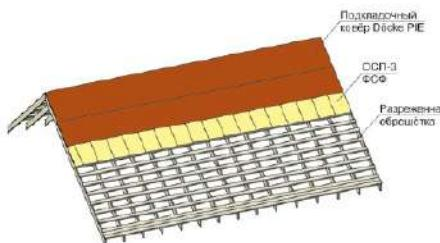

Рис. 9. Последовательный монтаж подкладочных ковров Döcke сверху-вниз.
4.1.6 Подкладочный ковёр монтируется параллельно карнизу, снизу-вверх, с нахлестом следующего ряда 100 мм, торцевые нахлести составляют 150 мм. Для минимизации хождения по кровлю, особенно на крутых скатах, допускается производить последовательный монтаж сверху-вниз: монтируется верхний ряд плит ОСП-3 или фанеры ФСФ, затем на смонтированный ряд плит монтируется верхнее полотно подкладочного ковра (рис. 9). Данный способ монтажа подходит только для простых крыш, на которых отсутствуют ендовы.